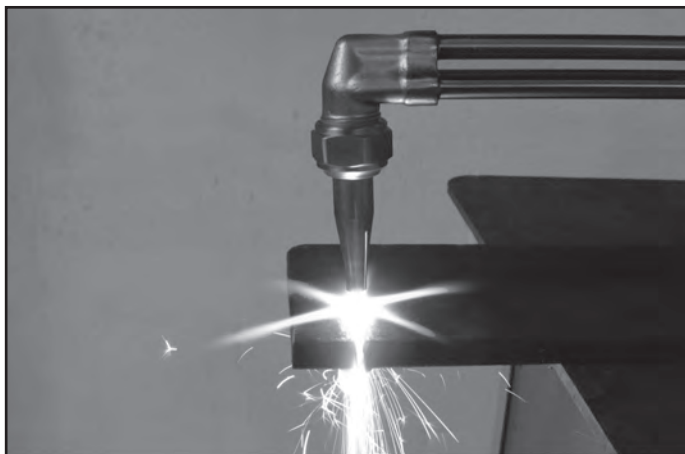

Figure 19 : La coupe
20. Lorsque la coupe débute, déplacez le chalumeau dans la direction désirée de la coupe (voir la figure 19).